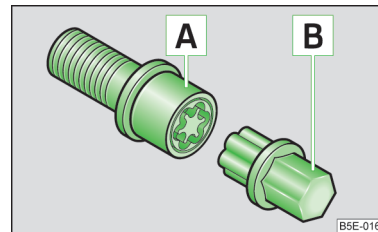

Abb. 182
Die Anti-Diebstahl-Radschrauben schützen die Räder vor einem Diebstahl. Diese können nur mithilfe des Adapters B » Abb. 182 gelöst bzw. festgezogen werden.
- Den Adapter B » Abb. 182 mit der verzahnten Seite bis zum Anschlag in die innere Verzahnung im Kopf der Anti-Diebstahl-Radschraube A stecken.